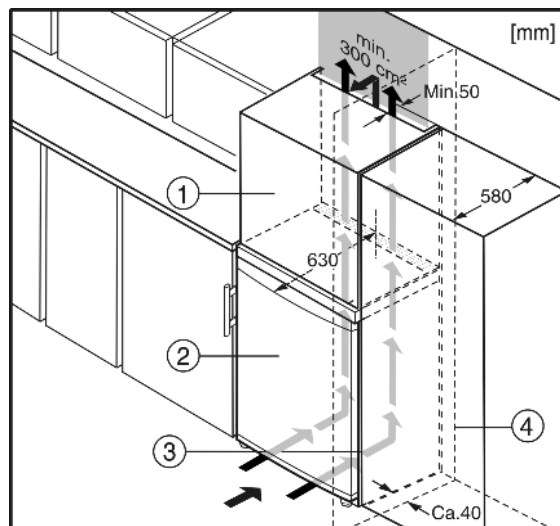

Fig. 5
- (1) Дополнительный шкафчик
- (2) Устройство
- (3) Кухонный шкаф
- (4) Стенка
Устройство может быть окружено предметами кухонной обстановки. Чтобы урівнять устройство Fig. 5 (2) по высоте с кухонной стенкой, можно установить над устройством соответствующий дополнительный шкафчик Fig. 5 (1).
При комбинировании с обычными кухонными шкафами (глубина макс. 580 мм) устройство можно установить непосредственно рядом с кухонным шкафом *Fig. 5 (3)*. Дверь устройства выступает по сторонам на 34 мм и по центру устройства на 50 мм относительно передней стенки кухонного шкафа. Поэтому ее можно свободно открывать и закрывать.
Если устройство установлено на шарнирах у стены *Fig. 5 (4)*, то расстояние между устройством и стеной должно быть не менее 40 мм. Настолько выступает ручка при открытой двери.